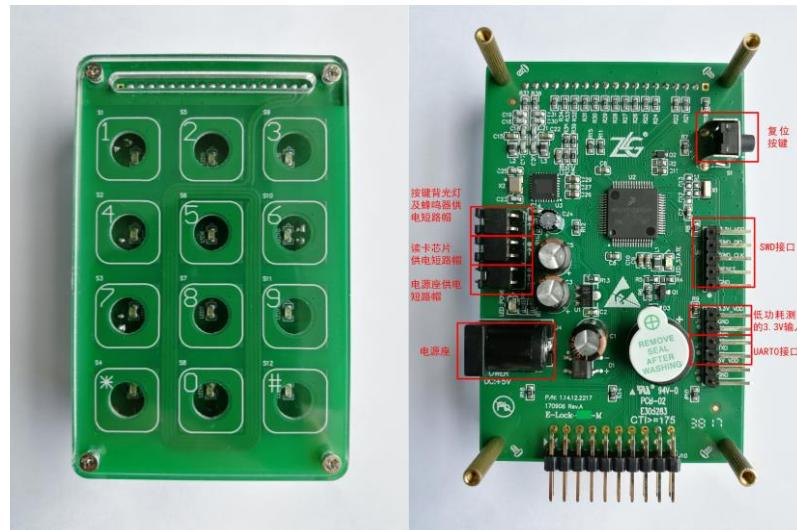

图 2.1 实物图
1. E-Lock Demo 板: 实物图如图 2.1 所示;